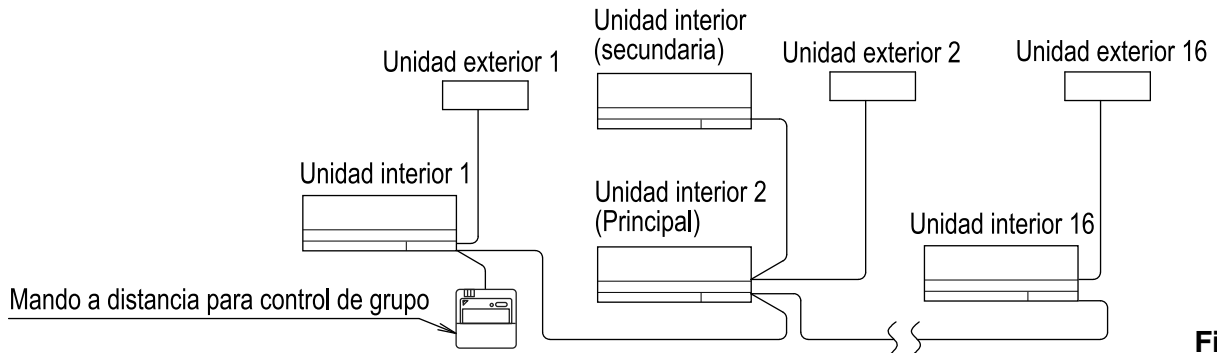

Fig. 27
- Cuando se utiliza una unidad de par o una unidad principal para el funcionamiento simultáneo de varias unidades, puede realizar un control de inicio/parada (grupo) simultáneo de hasta 16 unidades con el mando a distancia. **(Refiérase a la Fig. 27)**